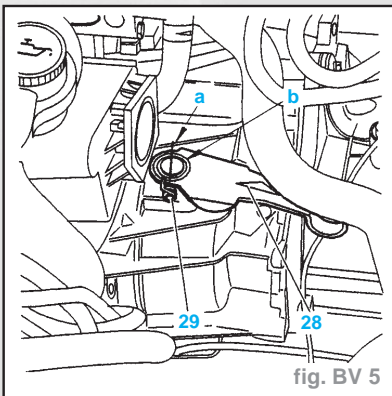

fig. BV 5
Impératif : Avant de désaccoupler la boîte de vitesses, repérer en "a" et "b" la position de la goupille (29) de maintien du levier d'axe de fourchette d'embrayage (28) sur le carter (fig. BV. 5).
Nota : L'alignement des repères "b" (axe) et "a" (carter) vous assure l'engagement de la fourchette dans la butée d'embrayage (34). Sinon, répéter l'opération (fig. BV. 5).